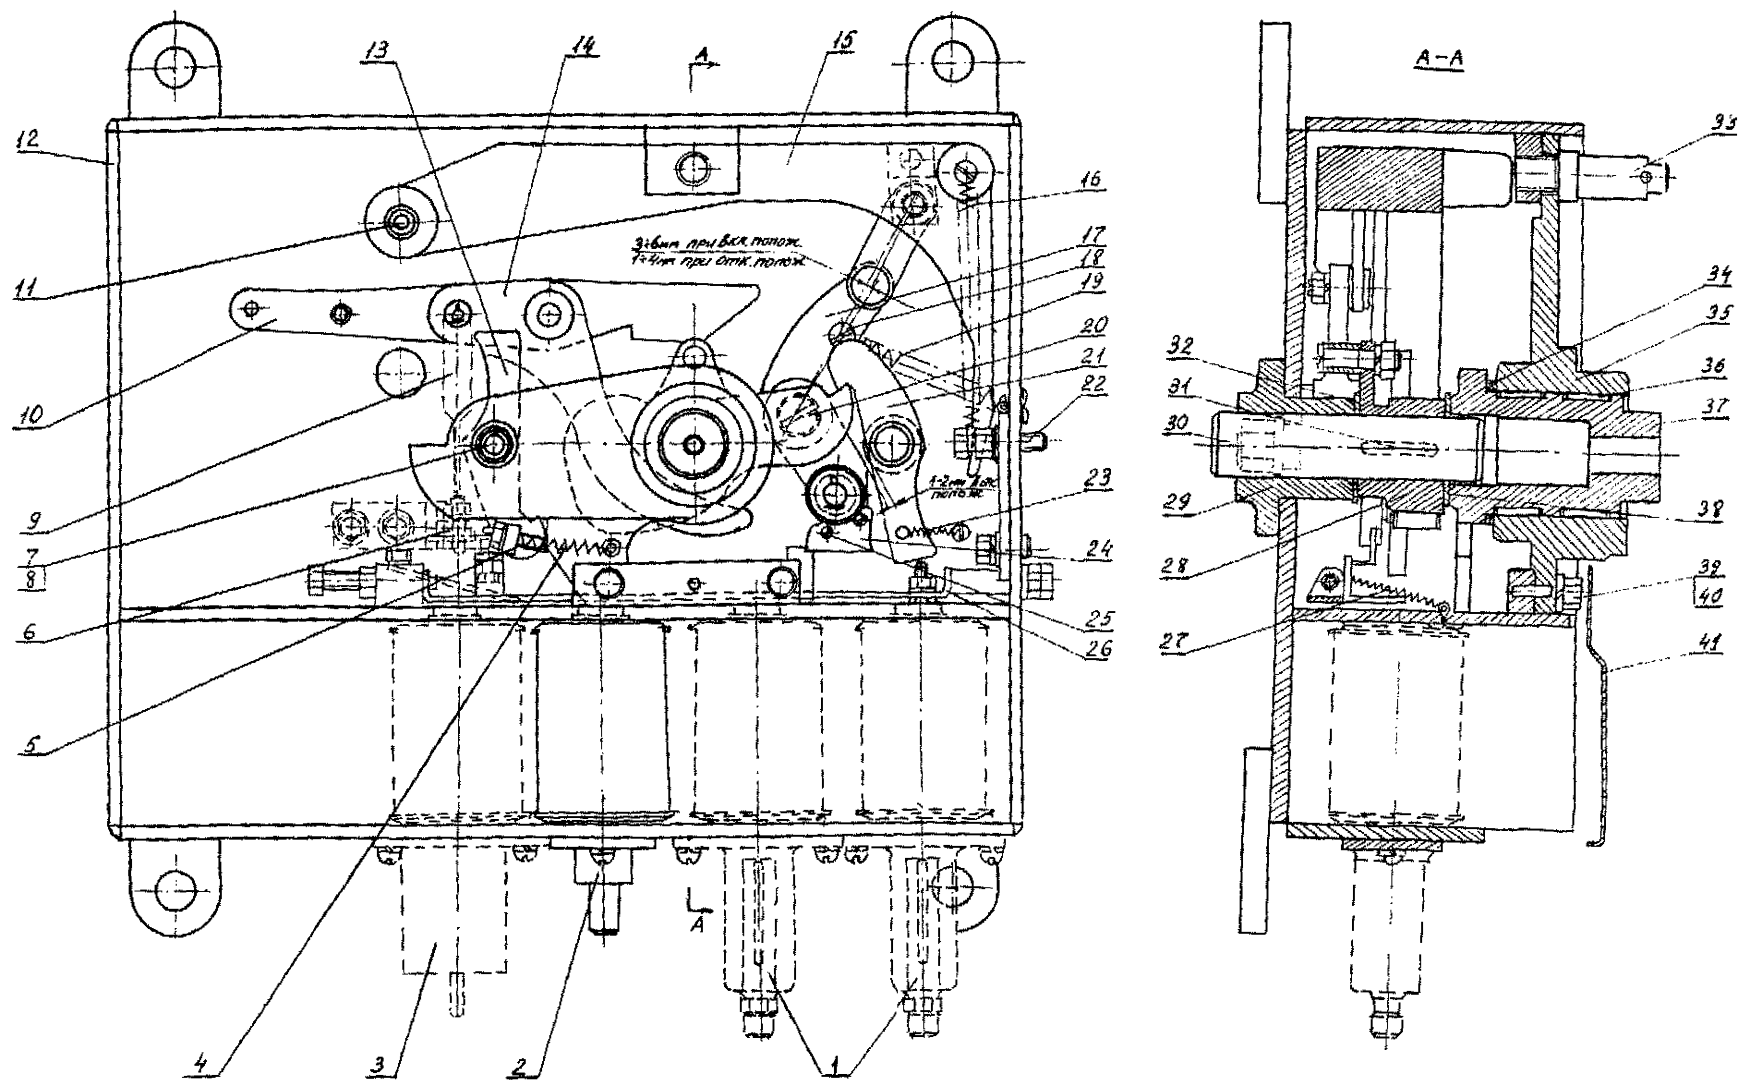

Рис. 18. Механизм приводов ШПОМ и ШПКМ:
| Рычаг 28 (рис. 18) не садится на защелку 21   | Сработалась плоскость зуба защелки 21.Ослабла пружина 23 защелки                                      |
03.1. Вывинтить ось 33 (см. рис. 18), болты 39 из корпуса 12 механизма привода
04.1. Отсоединить пружины 16, 19 (см. рис.18) от рычага 15 и механизма расцепления 17.
(см. рис.18).
06.1. Очистить релейную планку 26 (см. рис. 18) и механизм взвода реле РС 6 от пыли, старой смазки и осмотреть.